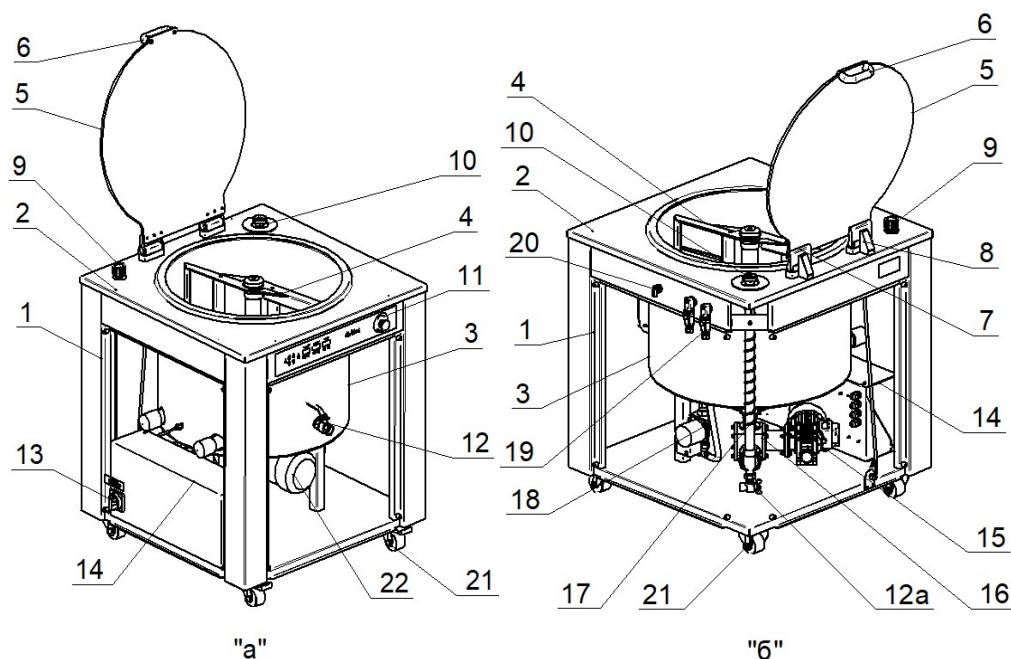
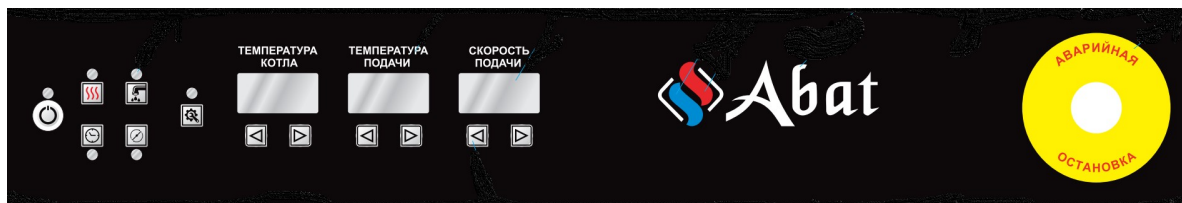

Рис. 1
Рис.2 Панель управления.
7.1.4. Проверить уровень жидкости в рубашке котла, сняв сапун 9 рис.1. При необходимости долить жидкость, указанную в таблице 1 п.9.
7.2.1. Подайте питание на котёл, включите сетевой выключатель 13 рис.1. на панели управления котла включится подсветка кнопки  рис.2.
Переключатель подачи 20 рис.1 должен быть установлен в среднее положение.